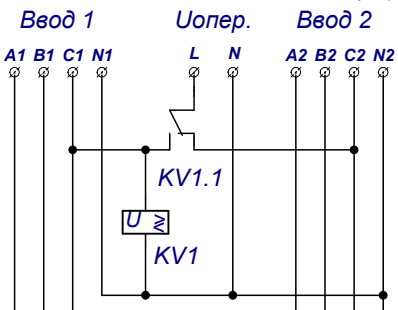

Рис.7 Схема получения оперативного питания с использованием реле напряжения
- 5.2.1. Схема получения оперативного питания с использованием реле напряжения приведена на рис.7.